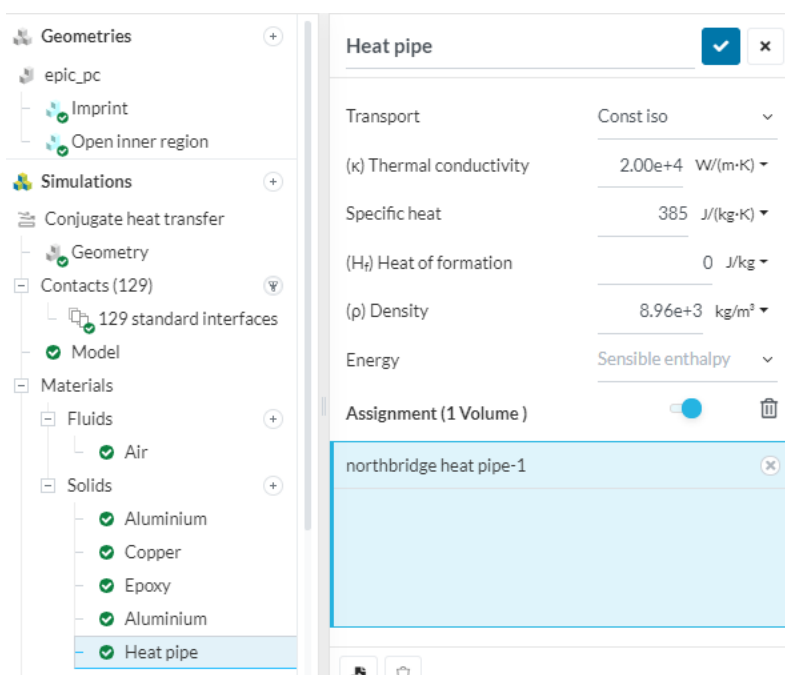

Рисунок 5 Heat pipe
- 8.2. Для твердых тел «Solids» назначить материалы Aluminium (элементы корпуса «cover» и «case»), Epoxy (для печатной платы). Создать новый материал с названием «Heat pipe» (Рисунок 5 Heat pipe) с теплопроводностью $20000 \text{ W/(m}\cdot\text{K)}$ и